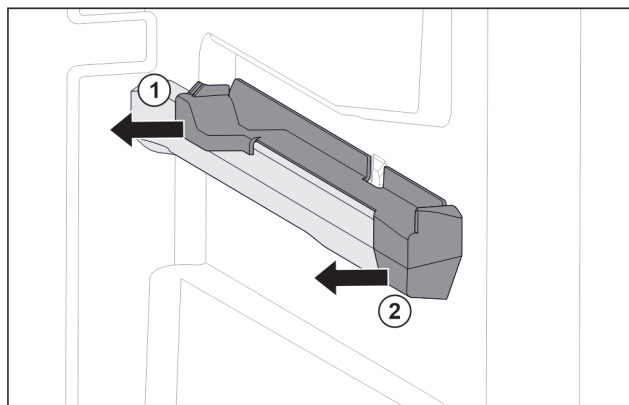

Fig. 75 Násuvný diel na pravom rebro nádoby
- Stiahnite násuvný diel vzadu do strany. *Fig. 75 (1)*
- Stiahnite násuvný diel vpredu do strany. *Fig. 75 (2)*